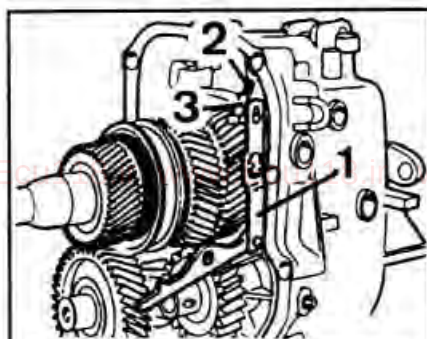

Рис. 5-12. Снятие рычага фиксатора:
- Снять рычаг фиксатора, затем пружину и отвернуть болт (рис. 5-12).